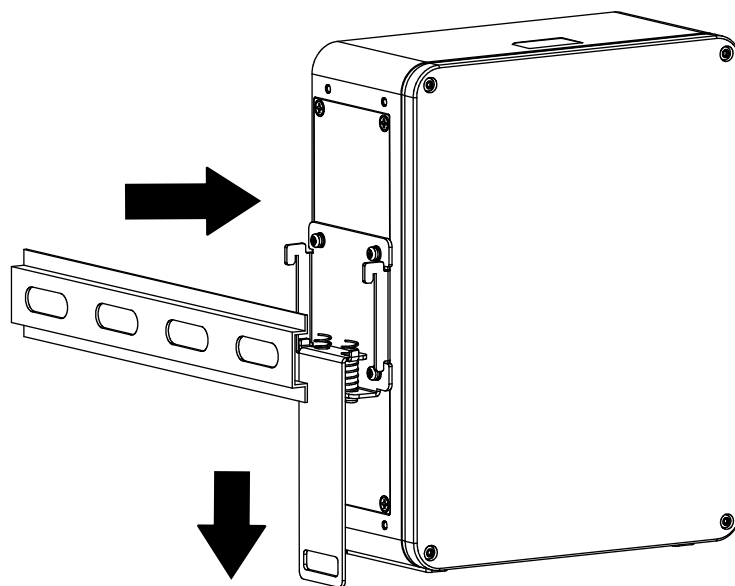

图3-4 导轨卡入挂架组件
2. 向下拉动 DIN 挂架卡板，将 DIN 导轨卡入挂架组件的导轨卡槽中，如图 3-4 所示。